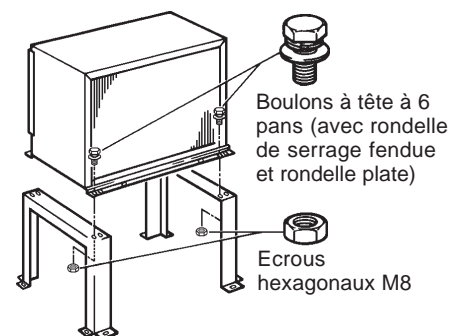

Fig. 6
- 1) Fixez les pieds sur le condenseur avec huit boulons à six pans M8 x 16 mm et huit écrous M8, selon l'illustration. (Fig. 6).